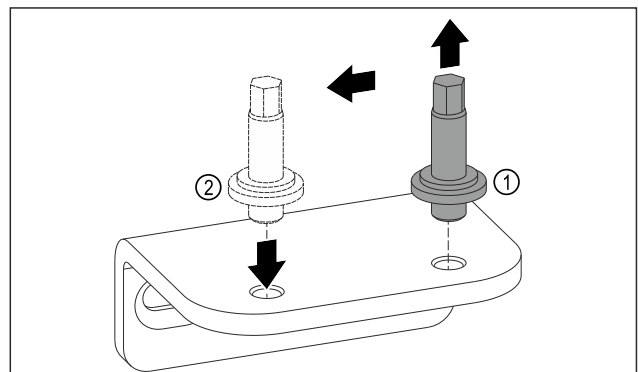

Fig. 11
- Dévisser l'axe du support de palier inférieur avec une clé mâle coudée pour vis à six pans creux de 5. Fig. 11 (1)
- Placer l'axe du côté opposé. *Fig. 11 (2)*